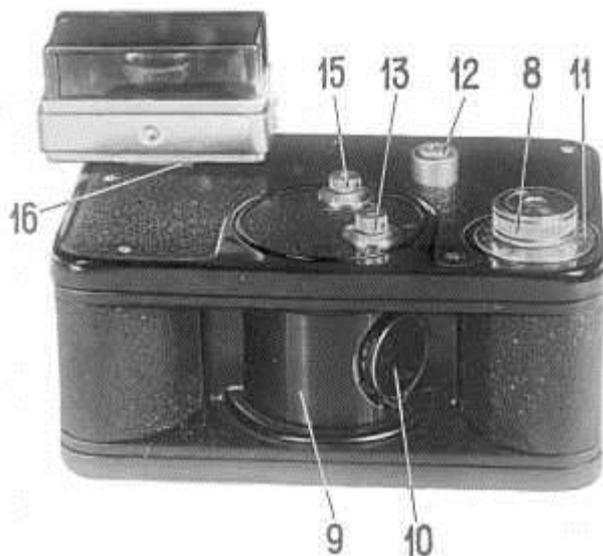

Рис. 3
3. Головку **8** (рис. 3) заводного механизма следует вращать до отказа только по ходу стрелки, награвированной на ней. При этом пленка подается вперед на один кадр. Одновременно производится поворот барабана **9** с объективом **10**.